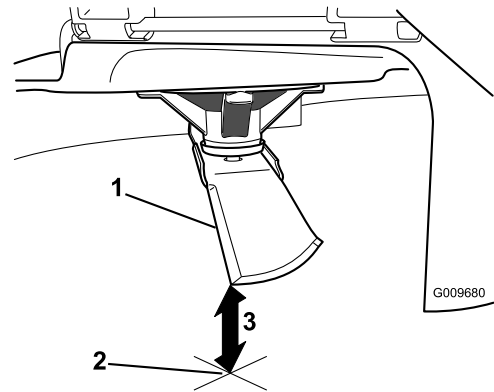

Bild 44
3. Messen Sie von der Messerspitze bis zu ebenen Fläche (Bild 44).